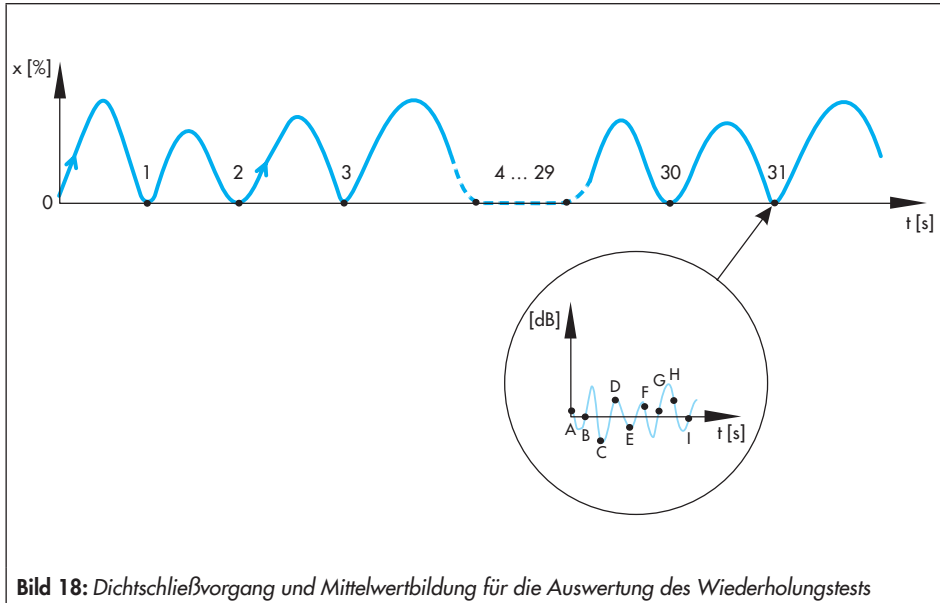

Bild 18: Dichtschließvorgang und Mittelwertbildung für die Auswertung des Wiederholungstests
- **Mittelwert des aktuellen/letzten Dichtschließens:** Der Mittelwert aus dem aktuellen Pegel und den letzten vier Pegeln des aktuellen Dichtschließvorgangs wird für die Überwachung herangezogen (Bild 18: Dichtschließvorgang 31 und Pegel E bis I).
- **Gemittelter Pegelwert im Dichtschließen:** Der Mittelwert aller Pegel aus dem aktuellen Dichtschließvorgang wird für die Überwachung herangezogen (Bild 18: Dichtschließvorgang 31 und Pegel A bis I).
- **Gleitender Mittelwert aus Kurzzeithistogramm:** Der Mittelwert aus den letzten dreißig Pegeln der Kurzzeitbeobachtung (vgl. ► Kapitel 6.2) wird für die Überwachung herangezogen (Bild 18: Dichtschließvorgang 2 bis Dichtschließvorgang 31 mit allen Pegeln).
- **Gleitender Mittelwert aus Langzeithistogramm:** Der Mittelwert aus allen Pegeln der Langzeitbeobachtung (vgl. ► Kapitel 6.3) wird für die Überwachung herangezogen (Bild 18: Dichtschließvorgang 1 bis Dichtschließvorgang 31 mit allen Pegeln).